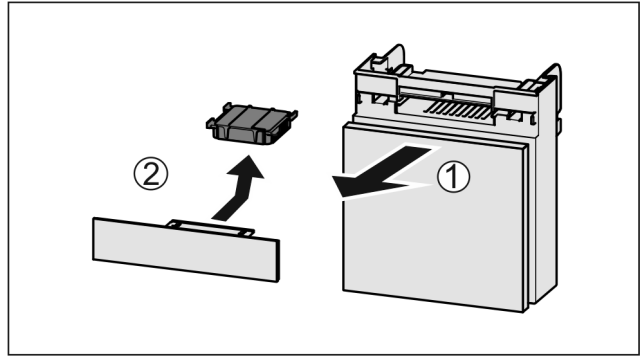

Fig. 225
- ▶ Húzza ki Fig. 225 (1) előrefelé a rekeszt.
- ▶ Vegye ki az aktív szén-szűrőt Fig. 225 (2).